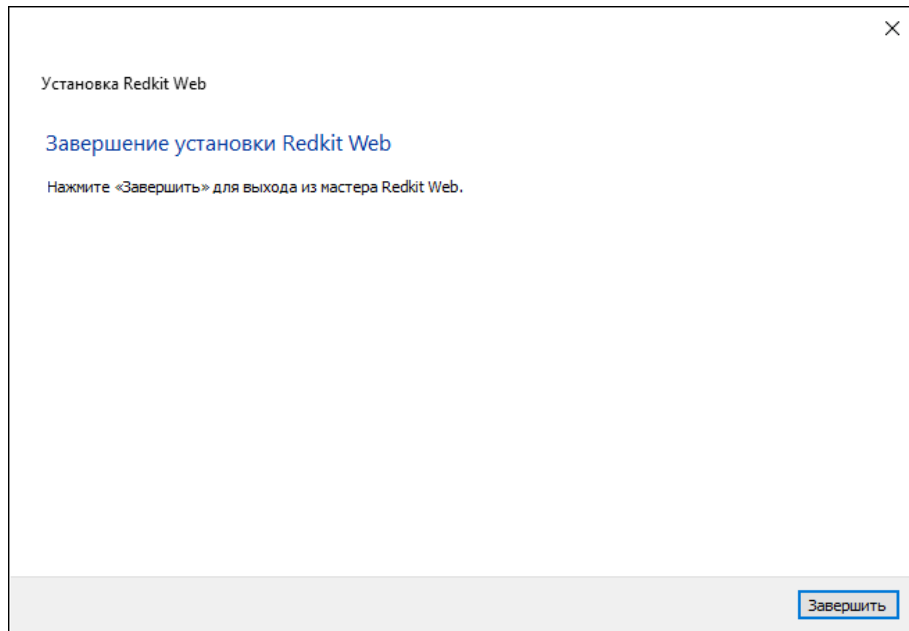

Рисунок 505 - Установка Redkit Web
7. После успешной установки нажмите **Завершить** (Рисунок 505).